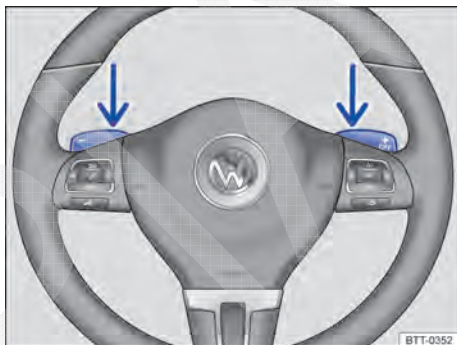

Fig. 104 Volante com dois seletores para troca de marcha no modo manual.
- No programa de condução **D**, **S** ou **M** (modo manual), acionar os seletores basculantes no volante ⇒ Fig. 104.
- **OU**: engatar com as chaves de mudança no volante ⇒ Fig. 104.